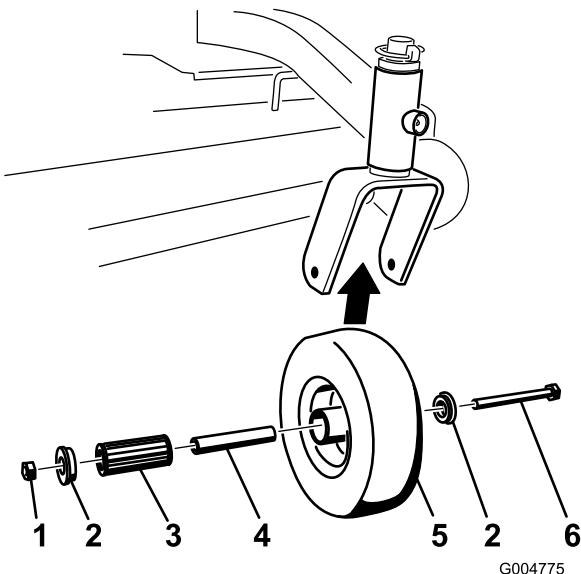

Figura 44
1. Retire la contratuerca y el perno que sujetan la rueda giratoria a la horquilla (Figura 44).
2. Retire un solo casquillo y tire del casquillo intermedio y del cojinete de rodillos para sacarlos del cubo de la rueda (Figura 44).
3. Retire el otro casquillo del cubo de la rueda y límpie la grasa y la suciedad del cubo de la rueda (Figura 44).
4. Inspeccione el cojinete de rodillos, los casquillos, el casquillo intermedio y el interior del cubo de la rueda para comprobar que no están desgastados. Cambie las piezas defectuosas o desgastadas (Figura 44).
5. Para montar el conjunto, coloque un casquillo en el cubo de la rueda. Engrase el cojinete de rodillos y el casquillo intermedio y deslícelos en el cubo de la rueda. Coloque el segundo casquillo en el cubo de la rueda (Figura 44).
6. Instale la rueda giratoria en la horquilla y fíjela con el perno y la contratuerca. Apriete la contratuerca hasta que el casquillo intermedio se apoye contra el interior de las horquillas de las ruedas giratorias (Figura 44).